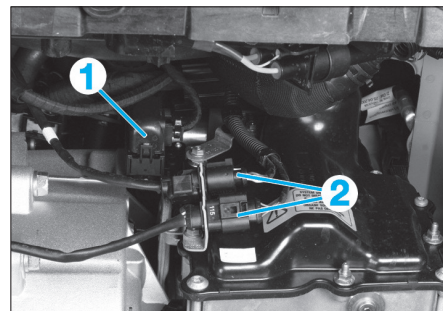

Fig. 6
- Débrancher le connecteur du calculateur de la boîte de vitesses (1) (Fig.6).
- Débrancher les deux connecteurs inférieurs (2) (Fig.6).